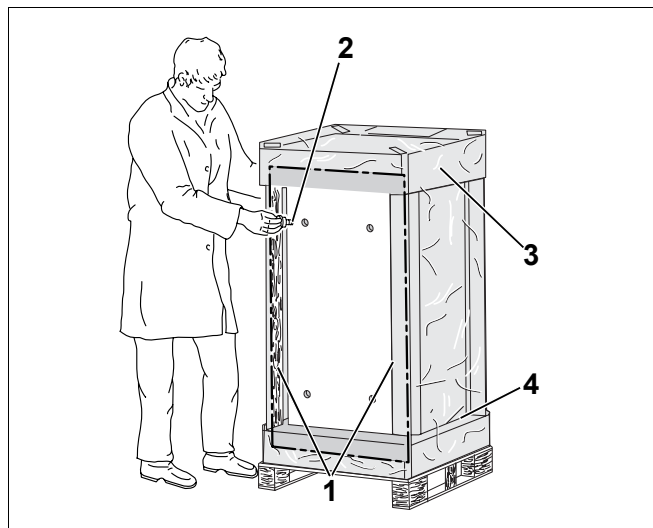

Рис. 3 Вырезать упаковочную пленку и ввернуть опорные болты
- Вырезать упаковочную пленку на стороне, противоположной наклейке "Speicheroberseite" ("Верх бака") (рис. 3).
- Ввернуть 4 опорных болта, (рис. 3, **поз. 2**) входящих в поставку отопительного котла, на 15 – 25 мм.
- Удалить обе деревянных угловых планки (рис. 3, **поз. 1**) на нижней стороне бака-водонагревателя.